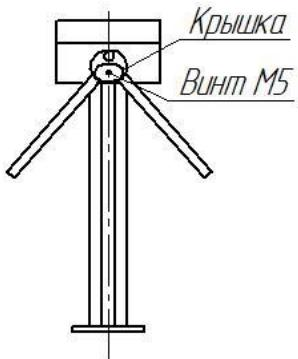
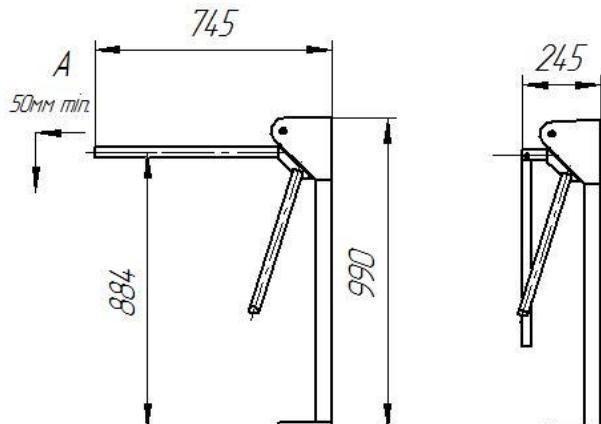

Рис. 1
Рис. 2
6.4 Установите штанги. Для этого снимите крышку поворотного механизма, открутив винт M5 (рис.1). Закрепите штанги болтами M10, входящими в комплект штанг. Для перевода штанги «антипаника» в положение «проход открыт» оттяните штангу в направлении А (от турникета) на 50-80мм и поверните ее вниз (рис.2). Время открытия штанги «антипаника» составляет 1-3с. Закройте место крепления штанг крышкой.